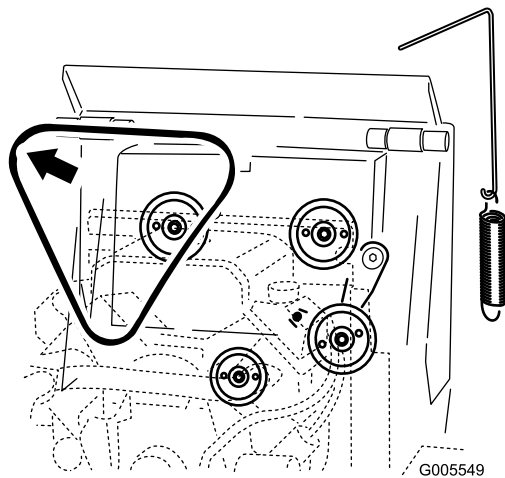

Figura 46
5. Retire la correa de las tres poleas (Figura 46).